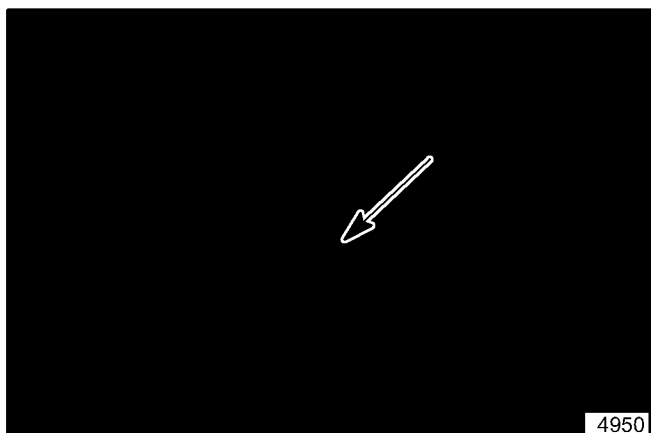

Figura 28. Tuercas para Ajuste del Cable
2. Después que el gancho ha sido ajustado, suelte las dos contratueras de la parte superior del cable (vea la figura 28). Ajuste la tuerca inferior para eliminar cualquier falta de tirantez en el cable. Sea cuidadoso de no apretar en exceso el cable o el gancho podría no sostener el ensamble intermedio del enrollador. Use la tuerca superior para asegurar la tuerca inferior en su posición.